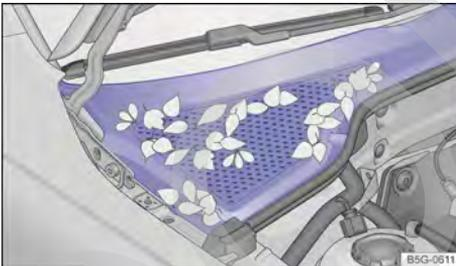

Fig. 169 Entre el compartimiento del motor y el parabrisas: caja de agua (representación esquemática).
- La caja de aguas está ubicada en el compartimento del motor, entre el parabrisas y el motor, y bajo una cubierta perforada → fig. 169. El aire ambiente es aspirado de la caja de aguas al interior del vehículo por medio del sistema de calefacción y ventilación o del aire acondicionado.